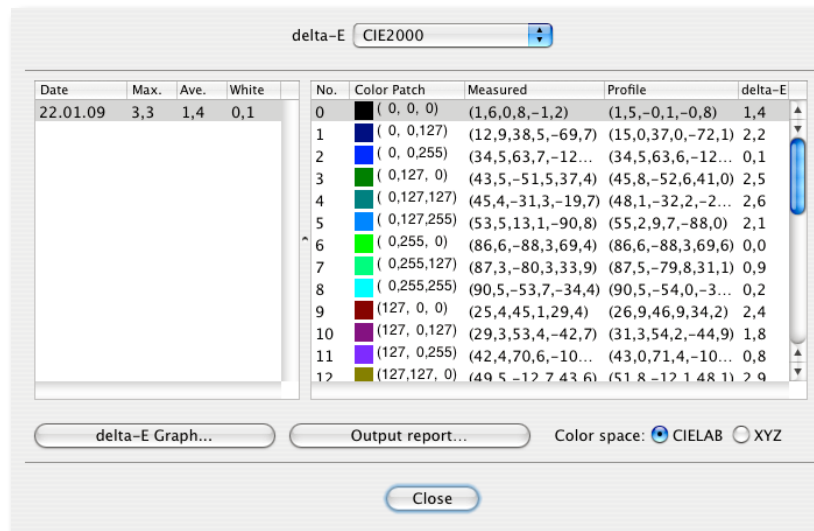

Abb. 11: Hier die Ergebnisse des Validierungslaufs.
10. Mit dem Knopf *Start Validation* lässt sich die Einstellung nochmals überprüfen. Man startet damit einen erneuten Messzyklus, dieses Mal aber ohne eine interne Justage. Man erhält als Ergebnis der Validierung (die man überspringen kann) eine Anzeige, welche die Abweichungen von den Zielwerten auf unterschiedliche Weisen anzeigt (siehe Abb. 11).